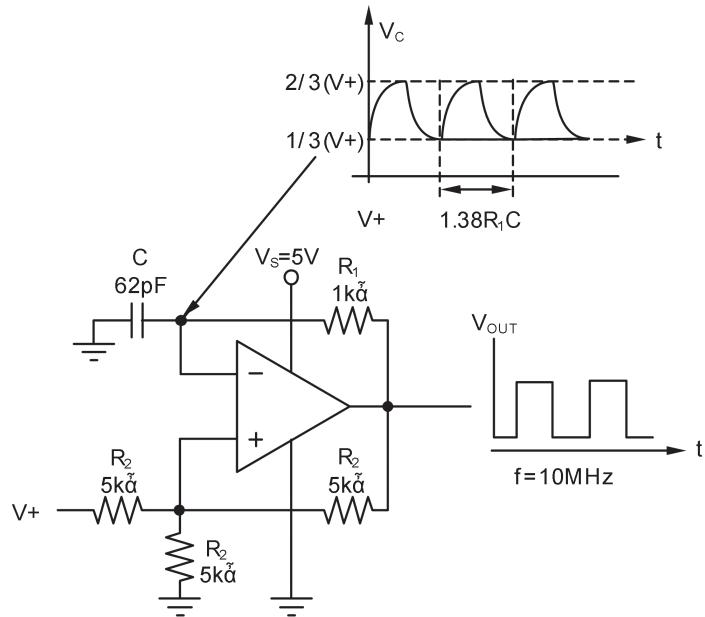

图 17. 驰张振荡器
**TLX893X** 可以很容易地配置为简单且便宜的弛张振荡器。在图 17 中,  $R_2$  网将跳变阈值设置为电源电压的  $1/3$  和  $2/3$ 。由于该电路是高速电路, 因此电阻值较低, 可以最大限度地减少寄生电容的影响。正输入在  $V+$  的  $1/3$  和  $V+$  的  $2/3$  之间交替变化, 具体取决于输出是低电平还是高电平。充电 (或放电) 时间为  $0.69 \times R_1 C$ 。因此, 周期为  $1.38 \times R_1 C$ 。对于图 17 所示的  $62\text{ pF}$  和  $1\text{k}\Omega$ , 输出频率计算为  $10.9\text{MHz}$ 。该电路的实现振荡频率为  $9.6\text{MHz}$ 。寄生电容和元件容差解释了理论和实际性能之间的差异。